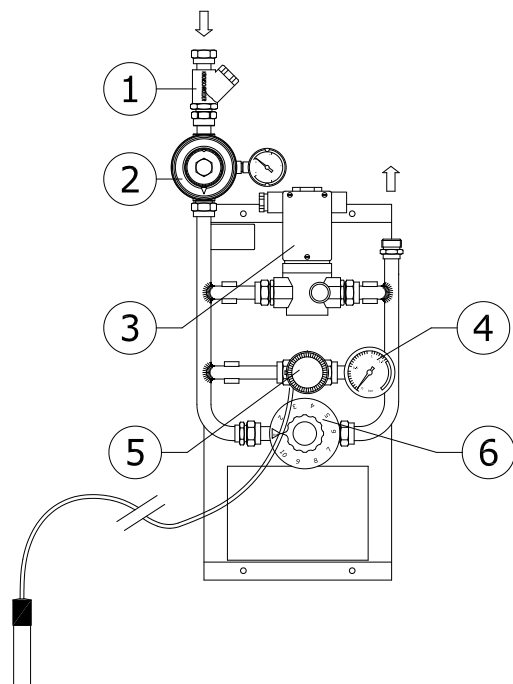

Fig. 2
a) Elektroventil vom Steuerungssystem aus aktivieren (Abbildung 2 - Fig. 2), den Thermostatkopf auf die Position Δ stellen und den Ausgangsdruck (je nach Modell) mit dem Eingangsregler (2) einstellen und den Druck am Ausgangsmanometer (4) überprüfen
c) Ausgangsdruck anhand des Eingangsreglers (2) erneut einstellen, nachdem alle Heizkörper eingeschaltet sind.
a) Enable the electro valve from the control system (fig. 2), set the thermostatic head in position Δ and set the outlet pressure (depending on the model) using the inlet regulator (2), and check the pressure in the outlet pressure gauge (4).
c) Re-set the outlet pressure using the inlet regulator (2) once all the brooders are switched on.
a) Activer la soupape électrique depuis le système de contrôle (fig. 2) et régler la pression de sortie (selon modèle) à l'aide du régulateur d'entrée (2) et vérifier la pression sur le manomètre de sortie (4)
c) Régler à nouveau la pression de sortie à l'aide du régulateur d'entrée (2) une fois que tous les radiateurs seront allumés.